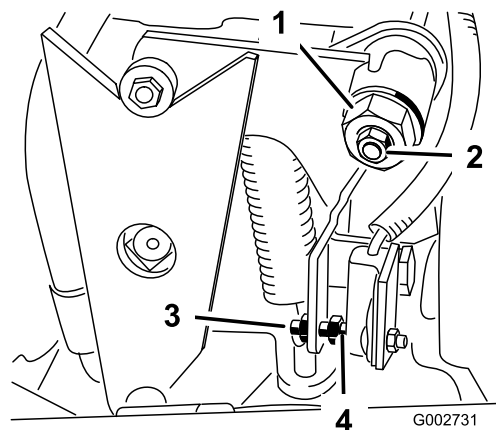

図 21
4. トラクション調整カムのロックナットをゆるめる(図 21)。
5. エンジンを始動し、カム(図 21)を左右に回してニュートラル位置の中心に合わせる。
3. ネジを回して、すき間を $1.5 \pm 0.8 \text{ mm}$ に調整する(図 21)。